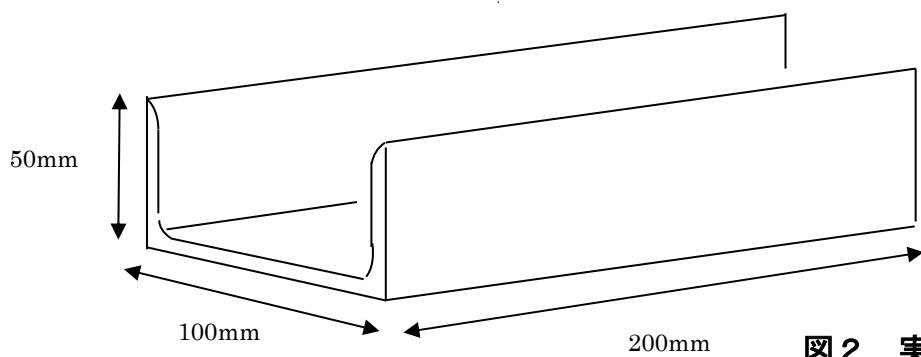

図 2 実技材台の形状
- (6) 溶接による変形は、逆ひずみ法によって防ぐものとする。
- (7) エンドタブは使用禁止とする。又、捨て金を使用して連続溶接を行ってはならない。
- (8) 実技材台は、主催者が準備したものを使用すること（P3の図2を参照）。
- (9) 練習材は、作業台に準備されている実技材台を使用し、練習を行ってもよい。
- (10) 溶接は、タック溶接（仮付）部を除いて片面溶接とし、裏面から溶接をしてはならない。
- (11) 溶接方向は、左進、右進又はそれらの混用のいずれでもよい。ただし、1パス中の混用は認めない。
- (12) 溶接層数及びパス数は自由とする。
- (13) 溶接中及び溶接後において、変形の矯正は禁止する。
- (14) たがねは、スラグやスパッタを取るために使用するのはよいが、溶接金属をはつり取る目的で使用してはならない。